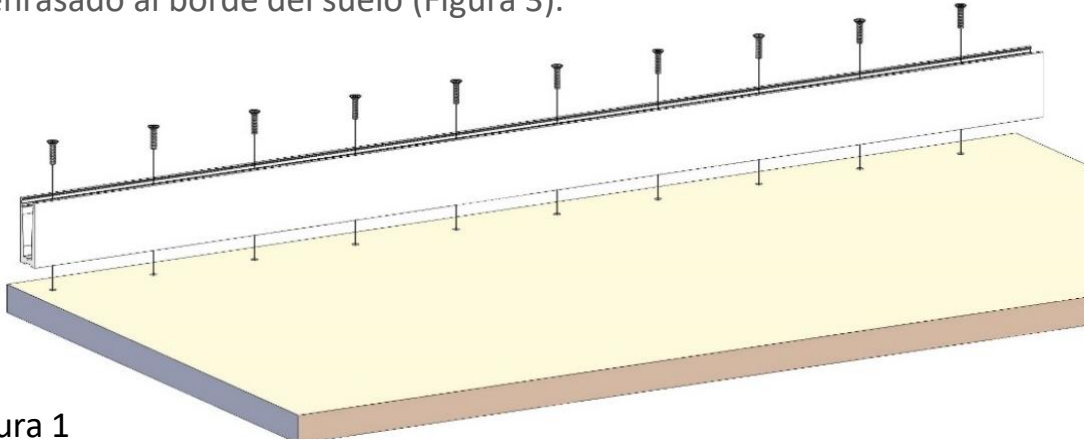

Figura 1
- Copiar los taladros de fijación del perfil en el suelo y realizar la fijación del perfil al suelo (Figura 1).